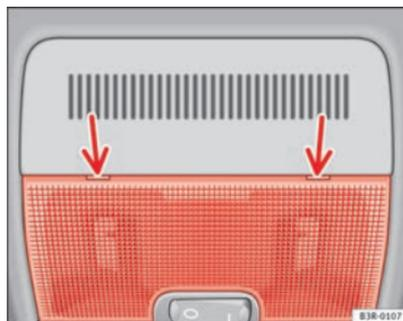

Fig. 82 Pormenor do revestimento do tecto: Ponto de aplicação da chave de parafusos
- Coloque com cuidado a parte plana de uma chave de fendas na parte traseira do vidro da lâmpada ⇒ Fig. 82.